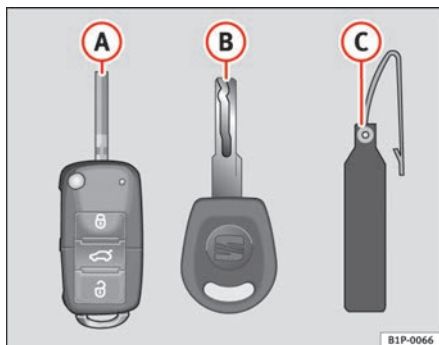

Abb. 41 Schlüsselsatz
- Funkschlüssel ⇒ Abb. 41 **A**
Nur anhand der Schlüsselnummer auf dem Kunststoffanhänger ⇒ Abb. 41 **B** können Schlüssel nachgemacht werden. Deshalb: